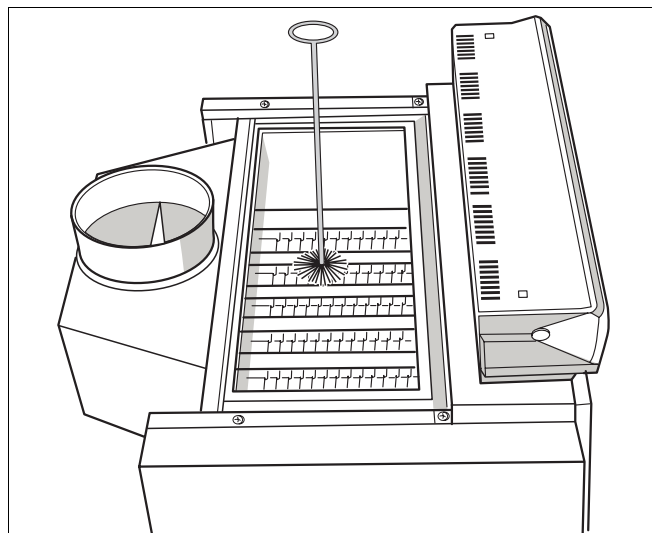

Рис. 41 Чистка щетками
- Прочистите щеткой газоотводящие каналы (рис. 41).